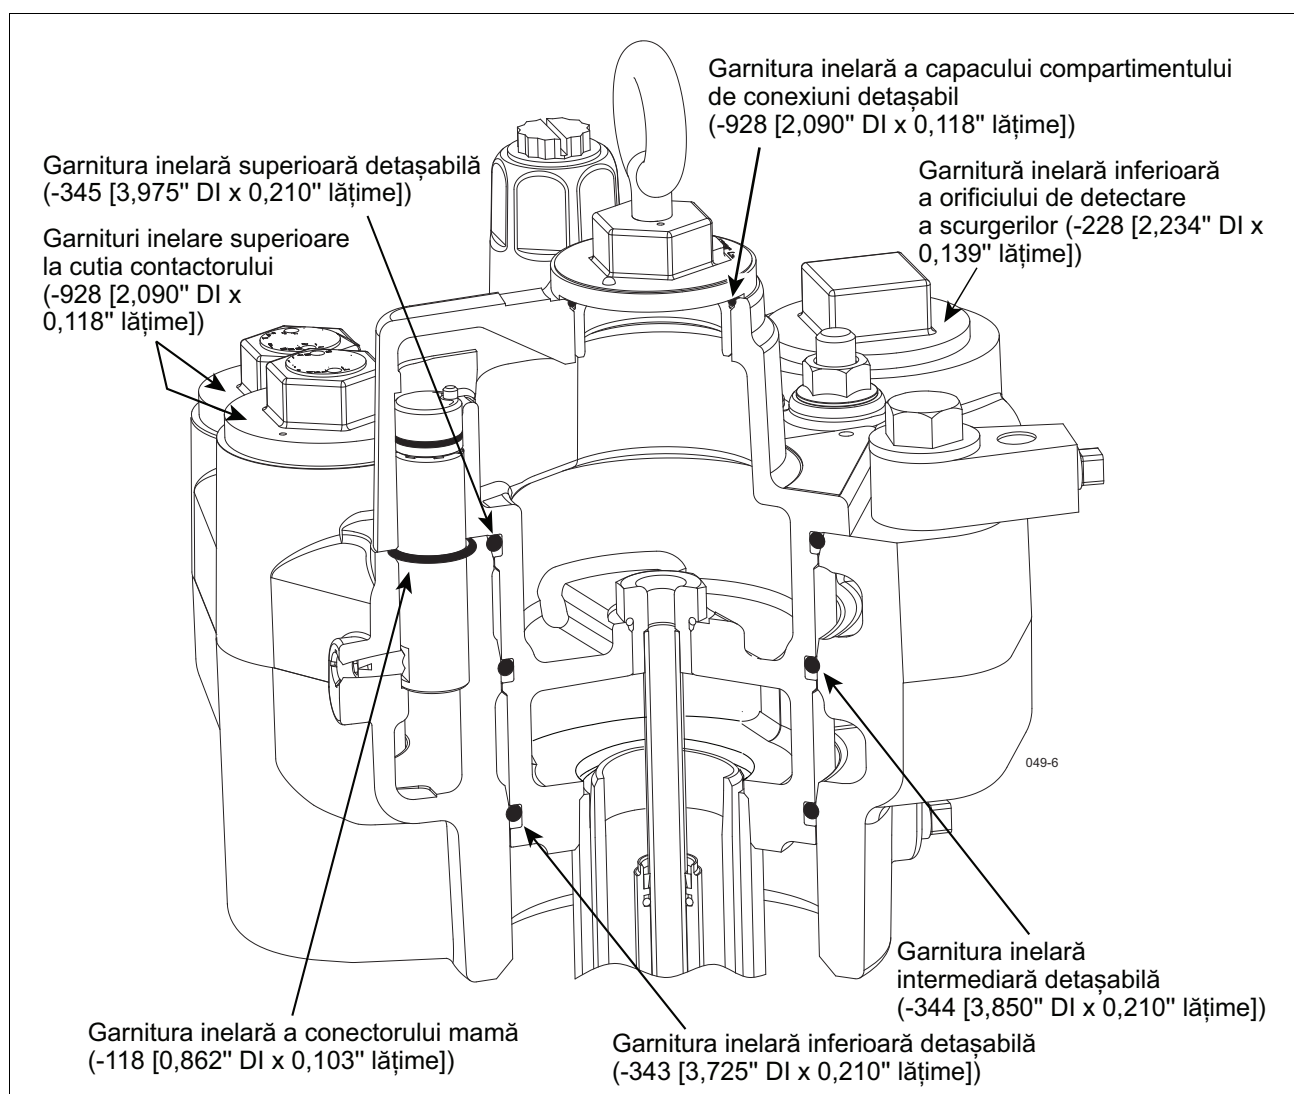

Figura 29. Localizarea garniturilor inelare ale pachetului și distribuitorului
12. Scoateți cele trei garnituri inelare ale unității detașabile (3,975" DI x 0,210" lățime [sus], 3,850" DI x 0,210" lățime [mijloc] și 3,725" x 0,210" lățime [jos]) din kitul de piese/etanșare. Cele trei garnituri inelare sunt foarte apropiate ca mărime, așa că fiți foarte atenți să le distingeți înainte de a le înlocui în unitatea detașabilă. Lubrifiați cu vaselină rectificată fiecare garnitură inelară și apoi puneți-le în canalele respective din unitatea detașabilă (vezi Figura 29).
13. Scoateți garnitura inelară a conectorului mamă de pe distribuitor (vezi Figura 29). Luați o garnitură inelară de 0,862" DI x 0,103" lățime din kitul de piese/etanșare și lubrifiați-o cu vaselină rectificată. Glisați garnitura inelară peste conectorul mamă și împingeți-o în canalul său.
21. Scoateți cele trei garnituri inelare ale unității detașabile (3,975" DI x 0,210" lățime [sus], 3,850" DI x 0,210" lățime [mijloc] și 3,725" x 0,210" lățime [jos]) din kitul de piese/etanșare. Cele trei garnituri inelare sunt foarte apropiate ca mărime, așa că fiți foarte atenți să le distingeți înainte de a le înlocui în unitatea detașabilă. Lubrifiați cu vaselină rectificată fiecare garnitură inelară și apoi puneți-le în canalele respective din unitatea detașabilă - vezi Figura 29 la pagina 33.
22. Scoateți garnitura inelară a conectorului mamă al distribuitorului - vezi Figura 29 la pagina 33. Luați o garnitură inelară de 0,862" DI x 0,103" lățime din kitul de piese/etanșare și lubrifiați-o cu vaselină rectificată. Glisați garnitura inelară peste conectorul mamă și împingeți-o în canalul său.